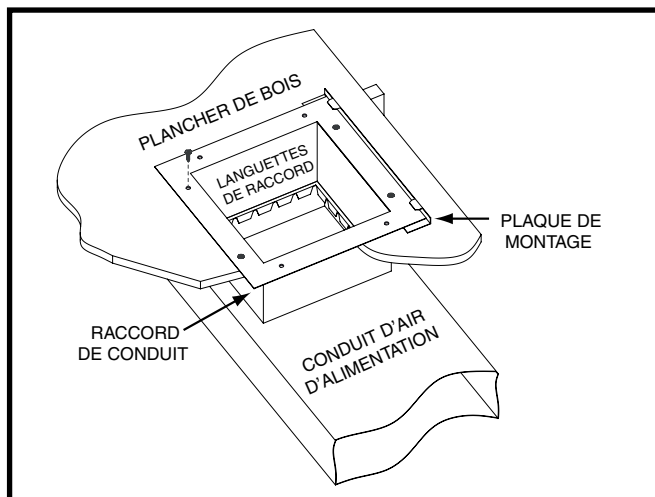

Figure 5. Raccord de conduit standard installé
Des raccords de conduit sont recommandés pour la distribution de l'air chaud dans les systèmes de conduit sous le plancher. Avec ce système, les fournaises peuvent être installées sur un plancher combustible sans socle séparé. La plaque de montage arrière de la fournaise (Figure 5 \(page 7\)) fournie avec les raccords de conduit est recommandée pour ce type d'installation.
- Marquez l'emplacement de l'ouverture du conduit d'alimentation en air en tirant un trait autour des languettes du raccord de conduit. Voyez la Figure 5 \(page 7\).
- Installez la plaque de montage (Figure 5) en option sous la surface arrière du raccord de conduit. Alignez les trous pour vis dans les deux composantes.